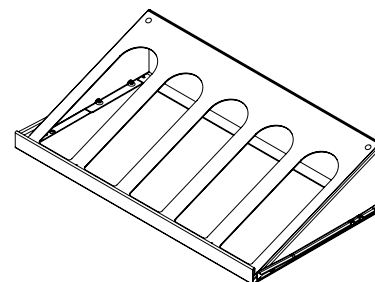

Figura 32
- (1) gaveta exhibidora deslizante para 5 botellas con estera amortiguadora de vibraciones. (vea la Figura 32).
- (1) estante en voladizo con vidrio plano y cortes para vinos (vea la Figura 32).